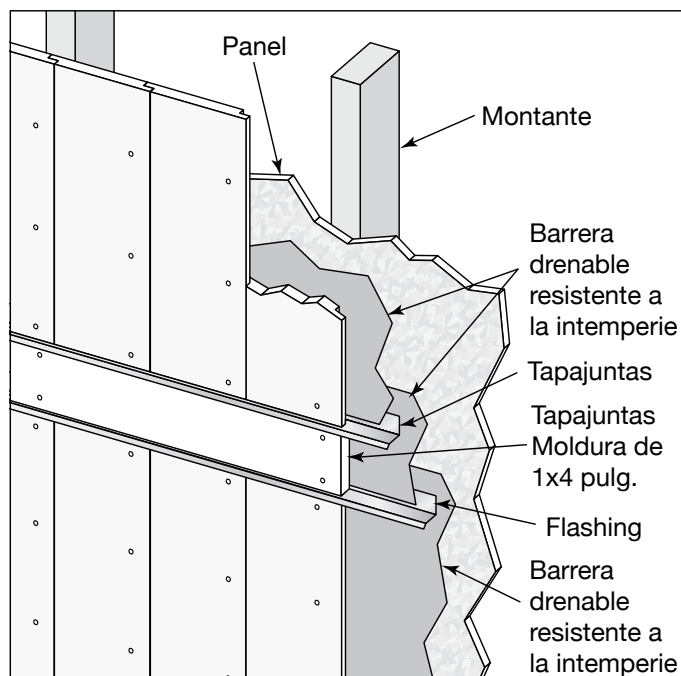

Fig. 6
- En situaciones en las que la altura de la vivienda requiere más de una tabla de revestimiento instalada verticalmente, cree una junta en forma de "faja horizontal" con una moldura de 1x4 pulg., 1x6 pulg. o 1x8 pulg. (**según la preferencia**) y un tapajuntas en Z arriba y abajo (**Fig. 6**).